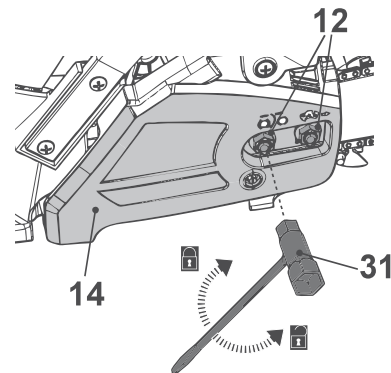

Fig. 7
9. Fije la cubierta (14) con las tuercas de retención (12) (Fig. 7).